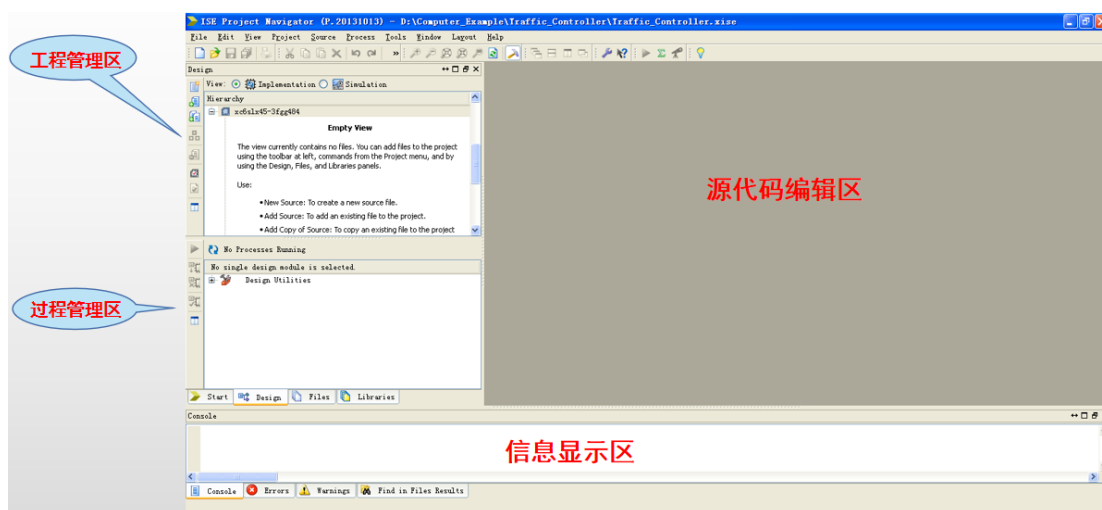

图 4
1) ISE 集成开发环境如图 4 所示，主要分为 4 个区：工程管理区、过程管理区、源代码编辑区和信息显示区。